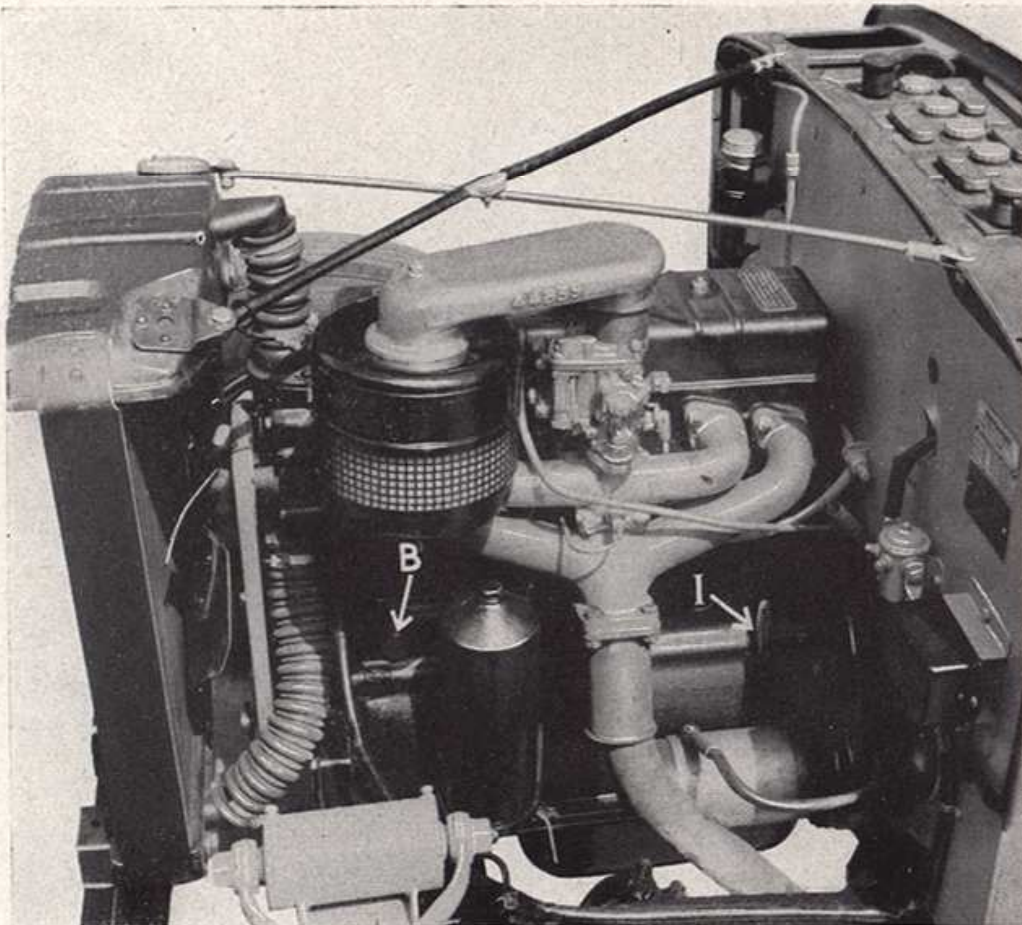

Fig. 5
capacité de la cuvette est de 7 litres ; une jauge graduée à flotteur (I) (fig. 5), située sur le côté gauche du moteur indique le niveau de l'huile dans le carter. La pression de l'huile est indiquée par un manomètre placé sur le tableau de bord ; cette pression est de 0 kg. 150 à 1 kg. aux allures très ralenties du moteur ; en marche normale elle atteint 2 kg. à 3 kg. Une soupape de décharge, située sur le côté gauche du moteur, et réglable de l'extérieur, limite la valeur maximum de cette pression.
— *Par temps de gel*, vidanger l'eau de circulation du moteur en cas d'arrêt prolongé. Un robinet placé à la base du radiateur, côté gauche sous le capot, et un bouchon B (fig. 5) placé à l'avant du moteur sur le côté gauche, permettent d'effectuer facilement cette vidange. Retirer le bouchon de remplissage du radiateur pour permettre l'entrée de l'air.